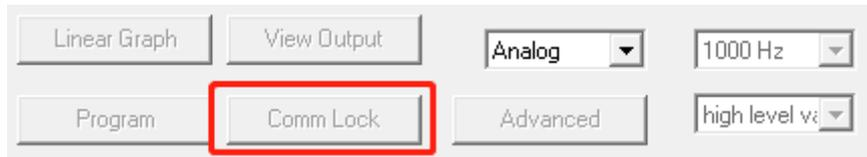

图 6.1.11 Comm Lock
- 12、若需要锁住芯片通信，则此时可以点击 Comm Lock 按钮锁定芯片通信（图 6.1.11），使其不能再次进入通信模式编程，以防止使用过程中误触发使芯片进入通信模式。